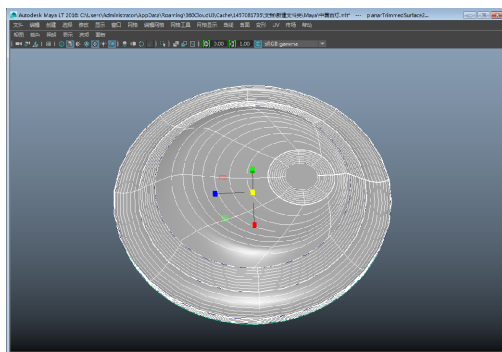

图 3-123 重构曲面
- 12 框选场景中的物体，选择【曲面】|【重建】右侧的小方块按钮，在打开的对话框中将【U 向跨度数】和【V 向跨度数】都设置为 8，单击【重建】按钮重构一下模型，如图 3-123 所示。